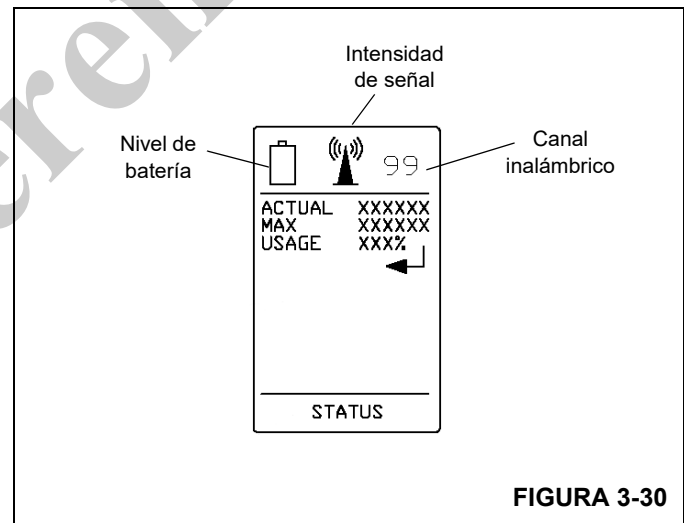

FIGURA 3-30
La pantalla LCD (27, Figura 3-28 y Figura 3-30) se usa para comunicar la intensidad de la señal, el nivel de carga de la batería, el canal inalámbrico, el estado del control remoto y la configuración de la grúa basado en los botones que están pulsados. También se visualiza la información del RCL al operador y se puede conmutar presionando el interruptor de pantalla RCL de la grúa (3). La siguiente información del RCL está disponible para el operador en la pantalla LCD: